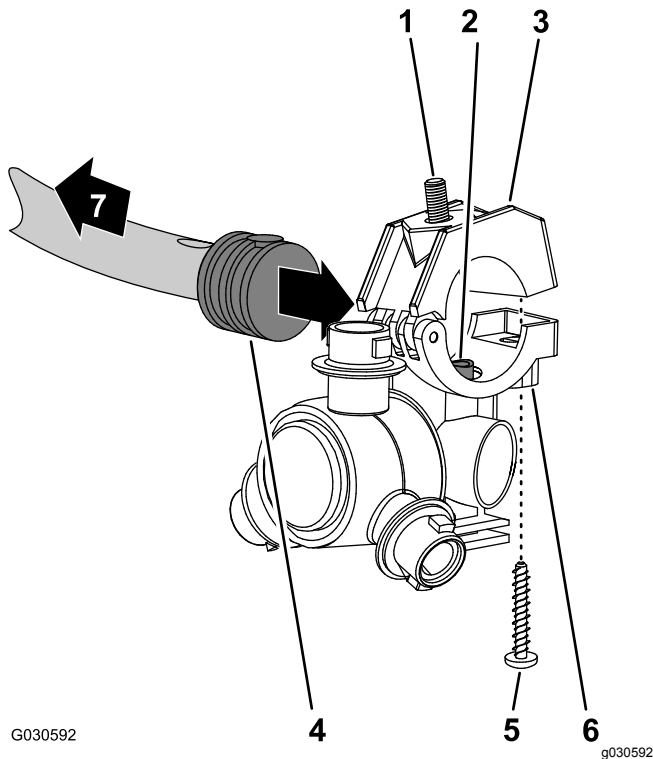
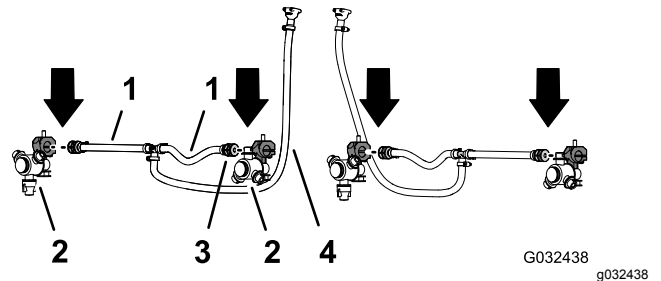

Figura 57
Figura 58
2. Trabajando con la boquilla de fumigación 2 que viene con el kit de acabado del sistema de fumigación GeoLink, retire el tornillo de acero inoxidable que fija la mitad superior de la abrazadera a la base (Figura 57).
3. Localice el orificio en el lateral del conector de manguera de dentado simple, al final de la manguera de 25 cm (válvula de fumigación 5 o 6) de la sección de fumigación central (Figura 57 y Figura 58).
4. Alinee el tubo de transferencia del soporte de una boquilla de fumigación (Figura 57) con el orificio del lateral del conector de manguera de dentado simple (13 mm).
5. Cierre la mitad superior de la abrazadera alrededor del conector de manguera dentado y sujete la mitad de la abrazadera y el cuerpo de la boquilla de fumigación (Figura 57) con el tornillo de acero inoxidable (Nº 12 x 1-1/4"); apriete el tornillo de acero inoxidable a entre 14 y 18 N·m.
6. Trabajando con la boquilla de fumigación, el perno de cabeza hexagonal, y el tornillo de acero inoxidable que retiró en los pasos 1 y 2 de Retirada de las boquillas de fumigación (página 27), repita los pasos 3 a 5 con el conector de manguera de dentado simple (Figura 57 y Figura 58) del otro extremo de la manguera de 25 cm.
7. Trabajando con las 2 boquillas de fumigación que retiró en el paso 4 de Retirada de las boquillas de fumigación (página 27), repita los pasos 3 a 5 con los conectores de manguera de dentado simple del otro conjunto de mangueras (válvula de fumigación 5 o 6) de la sección de fumigación central (Figura 57 y Figura 58).